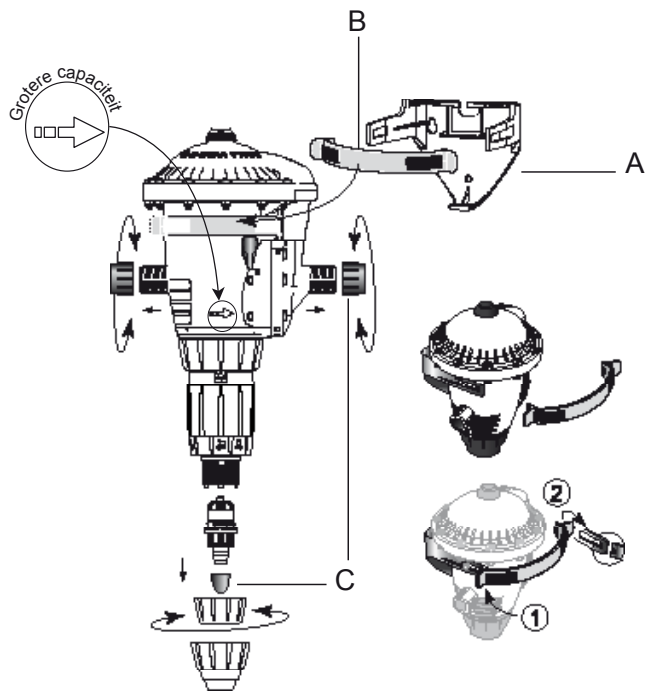

Fig. 1
- Een bevestigingssteun (Fig. 1-A) en plastic klem (Fig. 1-B),
Bevestig de DOSATRON in de steun door de nokjes (Fig. 1-C) op de plastic klem in de gaten van de steun te klikken.